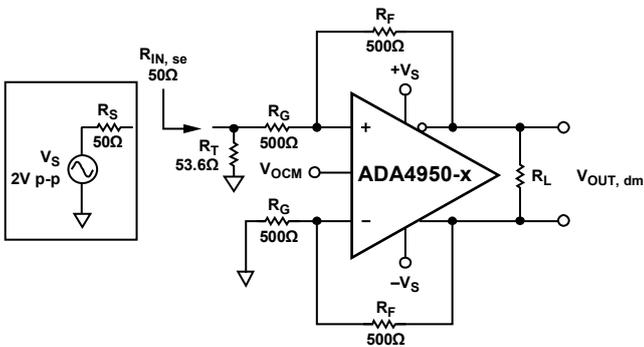

図 57. 終端抵抗 R_T の接続
3. 図 57 に、上側の帰還ループの実効 R_G は終端抵抗を接続したため下側のループの R_G を超えないことを示します。ゲイン抵抗の不一致を補償するため、下側のループで補正抵抗 (R_{TS}) を R_G に直列に接続します。 R_{TS} はソース抵抗 R_S のテブナン等価電源に、終端抵抗 R_T は $R_S || R_T$ に、それぞれ等しくなります。